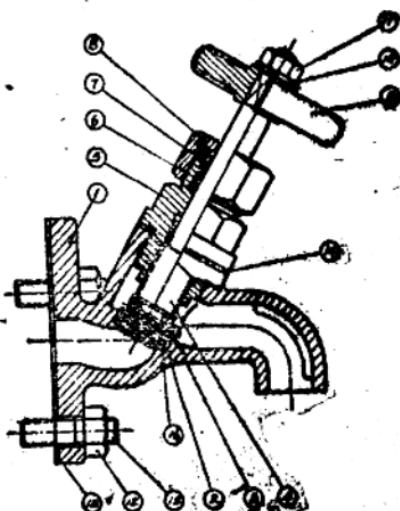

图 9 放水截門
9. 放水截門(图9)也是排污門，安裝在鍋爐最底部的法蘭盤上，中間墊有鶴毛紙墊，用絲對螺母固定可保証汽密，是斜形球形閥式截門，這種截門能夠減少阻擋水垢的機會，通過手輪打開截門，可排淨鍋爐內的水及水的沉淀物。